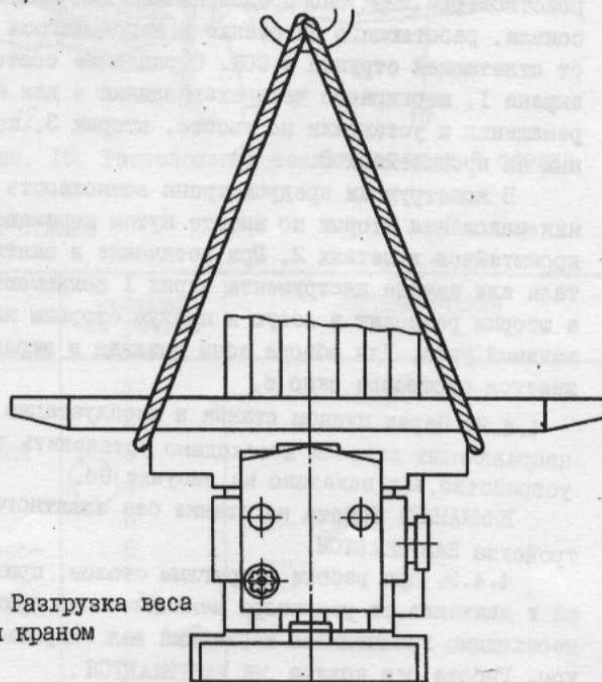

Рис. 8. Разгрузка веса консоли краном
4.2.5. При демонтаже со станины консоли (рис. 8) в сборе со столом и салазками до снятия планки-направляющей консоли необходимо консоль предварительно вывесить краном.